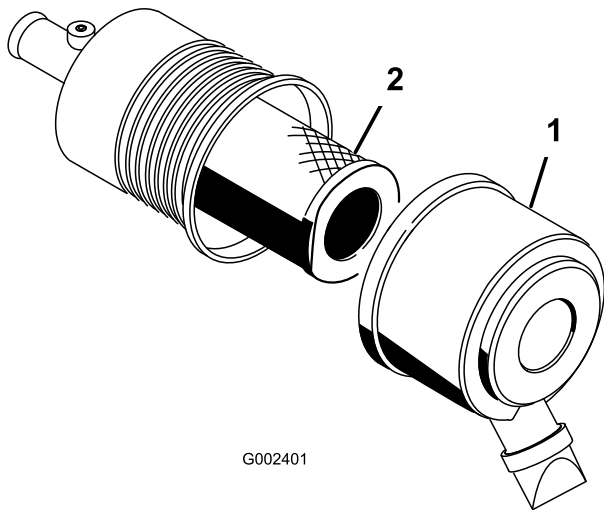

Figure 43
1. Déverrouillez le filtre à air et détachez le couvercle du corps du filtre (Figure 43).
3. Sortez délicatement l'élément filtrant du boîtier du filtre à air (Figure 43).
5. Insérez le filtre sur le tube du boîtier avec précaution (Figure 43).
6. Reposez le couvercle du filtre à air, le côté en haut, et verrouillez-le (Figure 43).